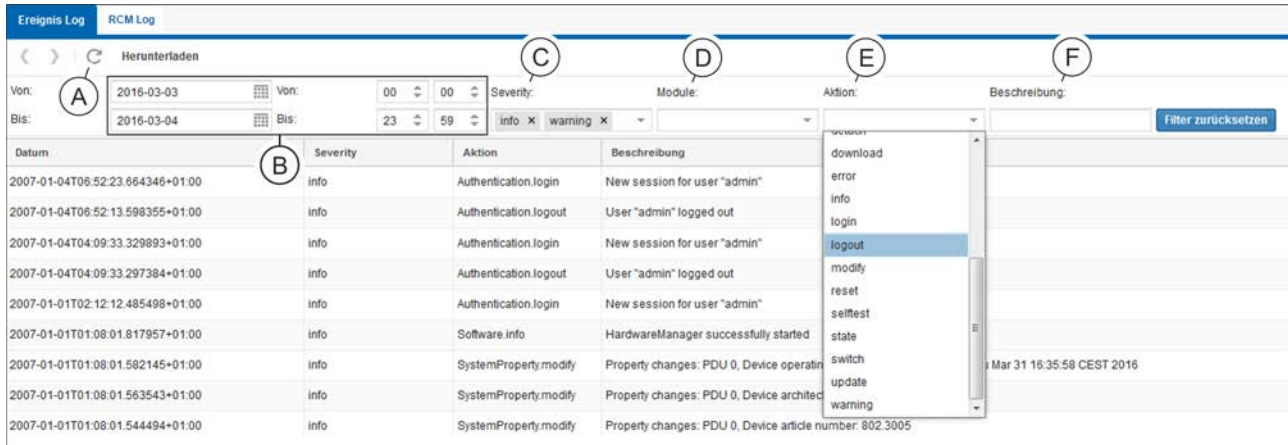

Abb. 210: Filter setzen
- Datum und Uhrzeit (Abb. 210/ⓑ)
- Severity (Abb. 210/ⓐ)
- Module (Abb. 210/ⓓ)
- Aktion (Abb. 210/ⓔ)
- Beschreibung (Abb. 210/ⓕ) (Freitextfeld)
2. Auf die Schaltfläche (Abb. 210/Ⓐ) klicken.